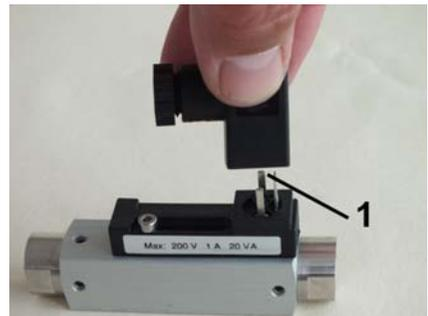

Abb. 52: Steckerdose abziehen
- 2.** ▶ Steckerdose mit dazugehöriger Dichtung (Abb. 52/1) nach oben abziehen